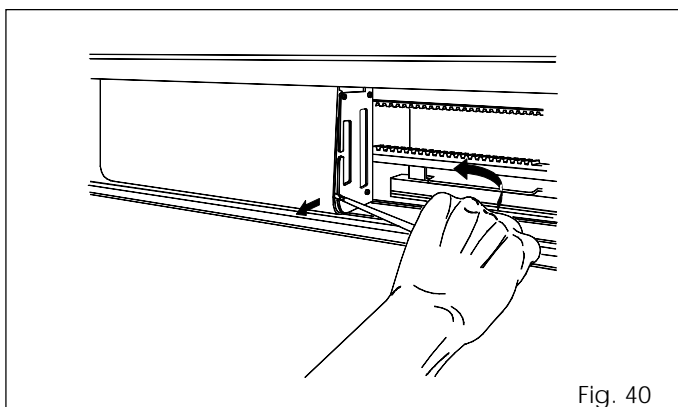

Fig. 40
- Per rimuovere il coperchio di protezione dell' unità di controllo SDM, far leva delicatamente con un cacciavite come in fig. 40.